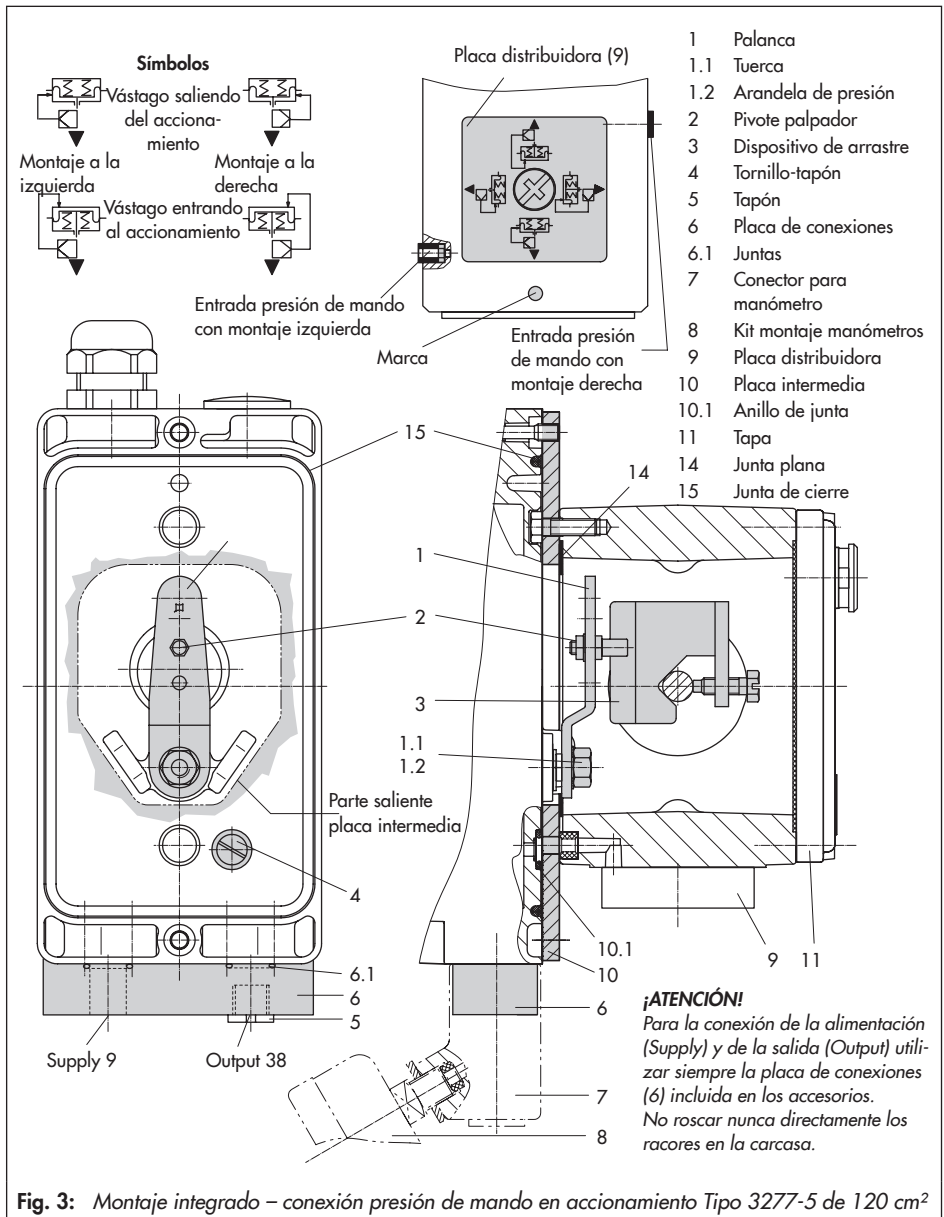

Fig. 3: Montaje integrado – conexión presión de mando en accionamiento Tipo 3277-5 de 120 cm²
Accionamiento de 120 cm² (ver fig. 3)
1. Montar la placa de conexiones (6) o el conector para manómetro (7) con el manómetro al posicionador, cuidando que las juntas (6.1) queden en su lugar.
2. Desatornillar el tornillo-tapón (4) de la cara posterior del posicionador y cerrar con el tapón (5) de los accesorios la salida "Output 38" de la placa de conexiones (6) o bien del conector para manómetro (7).
3. Colocar el dispositivo de arrastre (3) en el vástago del accionamiento, alinearlos y fijarlo de forma que el tornillo de fijación esté bien alojado en el encaje del vástago del accionamiento.
4. Fijar la placa intermedia (10) con la parte saliente más estrecha (fig. 3 izq.) hacia la conexión de la presión de mando, la junta plana (14) enganchada tiene que quedar del lado del puente del accionamiento.
5. **Carrera 15 mm:** el pin (2) de la palanca **M** (1) en la parte posterior del posicionador se deja en la posición **35** (estándar). **Carrera 7,5 mm:** desenroscar el pin (2) colocado en la posición **35** y roscarlo en la posición **25**.
6. Colocar la junta de cierre (15) en la ranura de la carcasa del posicionador y la junta (10.1) en la parte posterior de la carcasa.